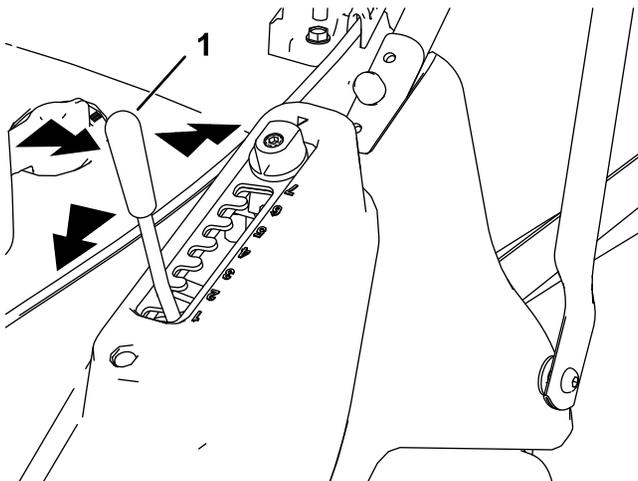

Figura 12
1. Segure a alavanca da altura de corte e puxe-a para os lados para a desengatar da aleta de bloqueio (Figura 12).
2. Empurre a alavanca para a frente para descer ou puxe-a para trás para subir a altura de corte (Figura 12).
3. Solte a alavanca na posição desejada e certifique-se de que bloqueia firmemente em uma das sete aletas (Figura 12).